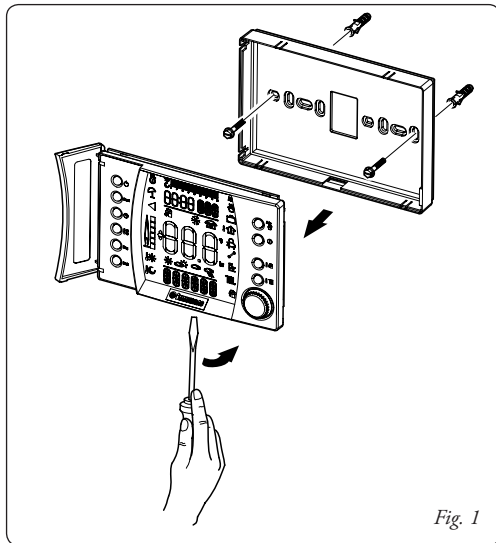
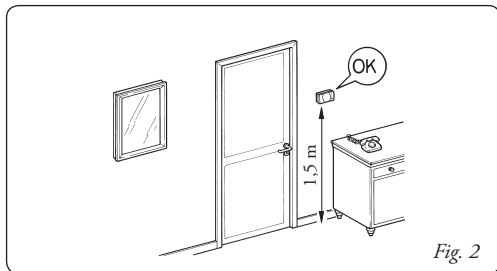

Fig. 1
Fig. 2
- 1) Separare la dima di fissaggio dal corpo Comando Remoto Digitale facendo leva con un cacciavite nell'apposito incasso (Fig. 1). Installare il Super CAR lontano da fonti di calore e in posizioni idonee a rilevare correttamente la temperatura ambiente (Fig. 2 e 3).
- 2) Installare il Super CAR tramite gli appositi fori praticati nella parte posteriore dello stesso direttamente alla parete (Fig. 1) oppure su una scatola da incasso utilizzando le apposite viti fornite in dotazione.
- 4) Fissare il corpo del Super CAR alla dima di supporto innestandola a pressione (Fig. 1).